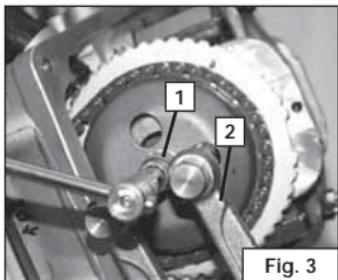

Fig. 3
- Rimuovere la vite centrale che fissa la campana (1), servendosi di una chiave a compasso (2) (**Fig. 3**).
- Remove the centre screw (1) and the relief valve mass housing using a retaining wrench (2) (**Fig. 3**).
- Enlever la vis centrale qui fixe la cloche (1) en utilisant une clef à compas (2) (**Fig. 3**).